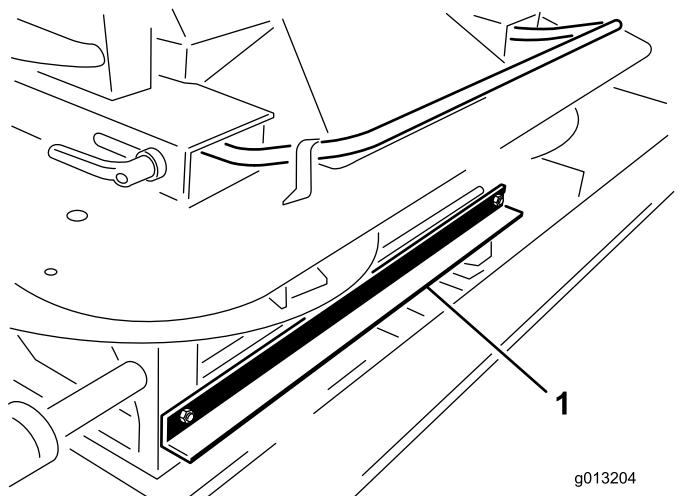

図 4
3. 出荷用の吊り上げブラケットをツインスピナーに固定しているボルト2本とナットツインスピナーの前部についているを外す 図 4。